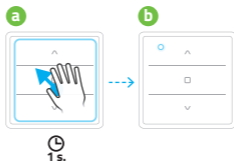

Abb. 9.3
2. Aktivierung durch Annäherung der Handfläche. Dieser Modus ist nur mit der aktiven Gestensteuerung möglich. In diesem Modus wird auf dem Bildschirm eine Diode in der linken, oberen Ecke erleuchtet. Die Fernbedienung wird den Betrieb dieser Kanäle oder des nächsten Kanals erwarten - Abb. 9.3.